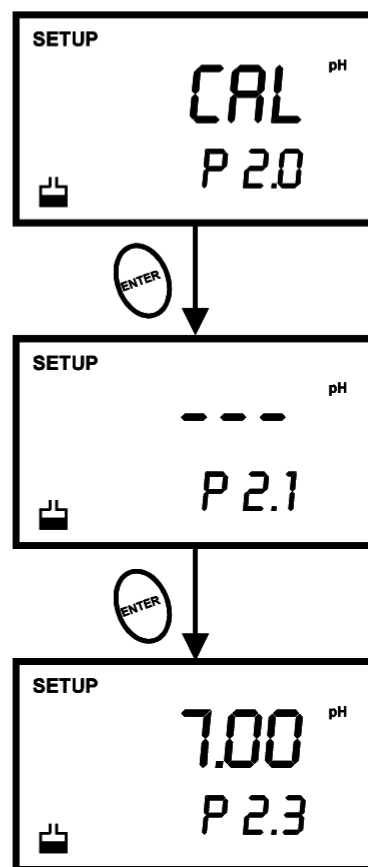

图 24 - P2.0: 查看校正数据
3. 只适合 pH 300：重复按 **ENTER** 键，查看先前的校正数据。参见图 24。